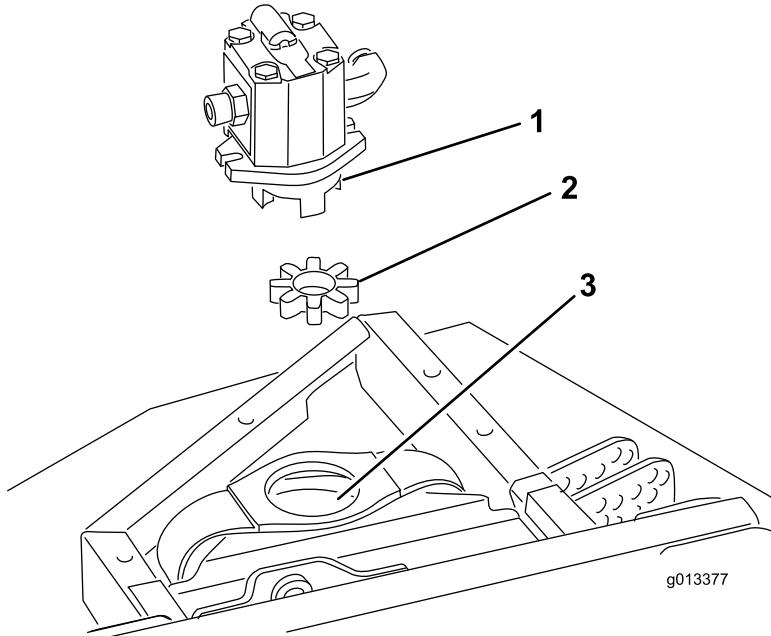

Figure 2
4. Retirez l'amortisseur en étoile en élastomère qui se trouve à l'intérieur de chaque accouplement de poulie. Vérifiez l'état de l'amortisseur en étoile en élastomère et remplacez-le s'il est usé. S'il est en bon état, mettez-le de côté pour le monter sur le nouveau plateau (Figure 2).
Remarque: Vérifiez l'usure du moyeu de l'amortisseur en étoile et remplacez-le au besoin (Figure 2).